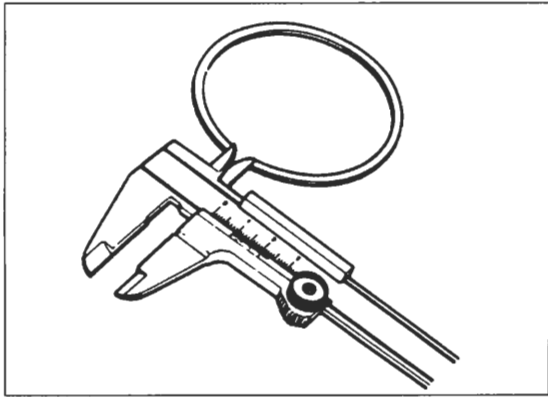

Bild 209 ◀
- Freien Pleuellagerringspalt messen, siehe Bild 209. Verschleissgrenze 1. Ring: 6,9 mm (750 F: 6,6 mm; 2. Ring: 5,4 mm (750 F: 5,5 mm). Falls Spiel zu gross, Ring austauschen.